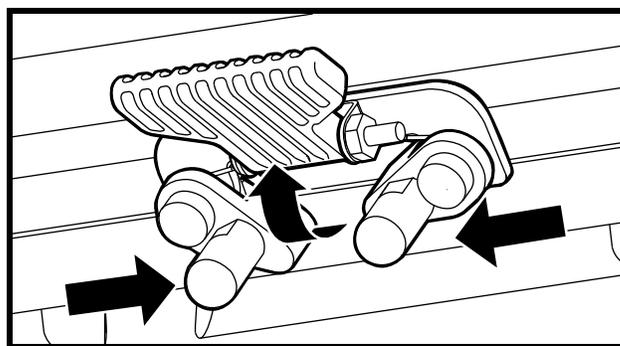

Figure 13. Loquet de sécurité
4. Basculez le loquet du siège vers le haut. **Voir la figure 13.**